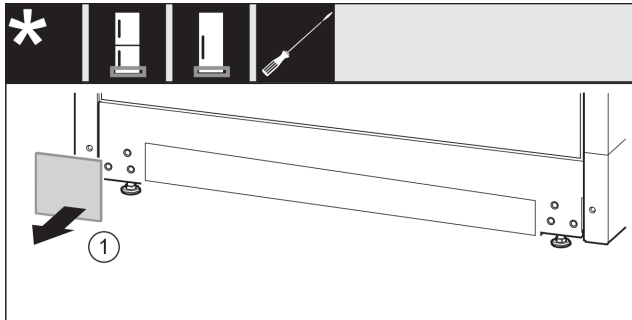

Fig. 16
► Retirer le cache. Fig. 16 (1)